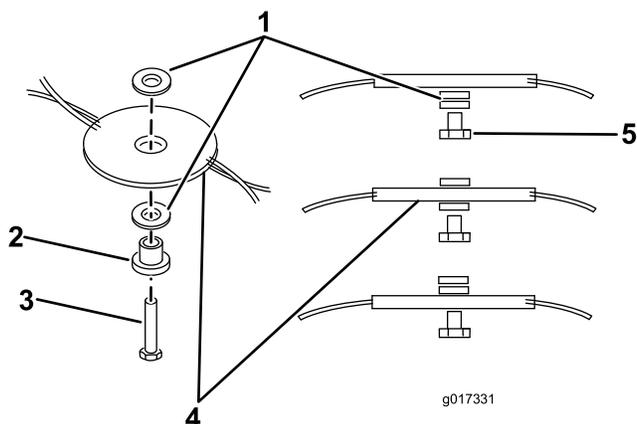
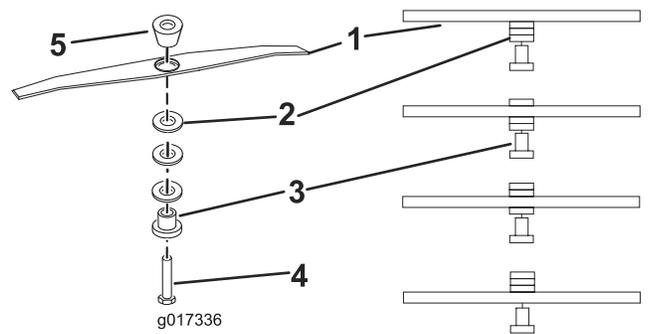

Figure 13
Figure 14
6. Déplacez les entretoises à la hauteur voulue, puis reposez le fil Flexiblade/la barre de coupe (Figure 14, Figure 13).